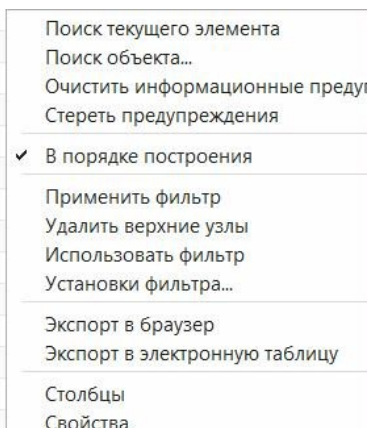
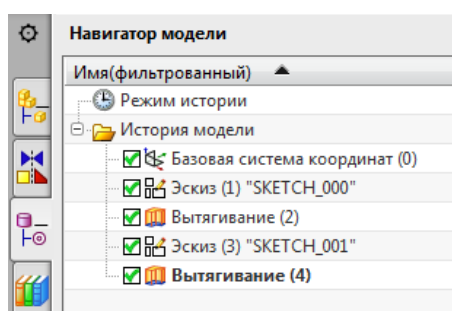
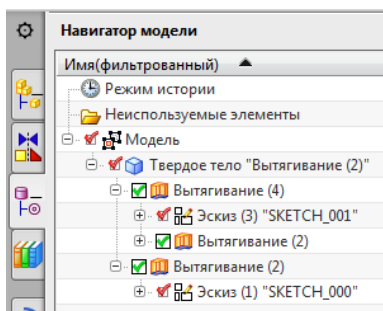

рис.83
Рис.85
рис.86
Первое контекстное меню показано на рис.83.
- Сразу нужно сказать о том, что **два режима** просмотра *навигатора модели* (что чаще всего и применяется) возможны только в том случае, если в падающем меню *Настройка \ Моделирование \ закладка «Изменить» \ окошко Режим моделирования * стоит опция **История** (рис.86а)!
- Если в настройках присутствует вышеупомянутая опция, то в контекстном меню рис.83 есть опция «**В порядке построения**».
- Если её включить (поставить птичку), то состояние навигатора станет таким, как на рис. 85. Обратите внимание, что в этом случае все строки навигатора сводятся в единственный раздел, который называется *История модели*. А далее строго **в порядке выполнения** следуют **имена** всех выполненных вами **операций** (команд) по созданию геометрической модели. Повторим – в этом режиме просмотра навигатора модели вы увидите **порядок следования** выполненных вами команд. Нужно сказать, что этот режим просмотра навигатора детали очень популярен среди конструкторов.
рис.86а
- Для такого просмотра *навигатора модели* птичку на рис.83, против команды *В порядке построения* **нужно снять**. И тогда навигатор модели приобретет вид как на рис. 86. В этом дереве построения можно догадаться о том, какой компонент построен на базе какого компонента.
- Повторим, большинство конструкторов предпочитают вид навигатора модели как на рис.85. Этот вид ещё называют «**Вид с зелеными птичками**». Соответственно, вид НМ на рис. 86 называется «**Вид с**
Чтобы назначить, или удалить определенные столбцы в вашем навигаторе, нужно в контекстном меню рис. 83, в самом низу выбрать команду «Столбцы», по которой система предоставит список рис. 88. Проставляя нужные птички, вы можете управлять числом столбцов. Обычно из всех столбцов включают только столбец *Порядок построения*.
- В навигаторе модели (в разных формах его представления) сразу бросаются в глаза красные и зеленые птички, стоящие около строк различных элементов (рис.85,86).